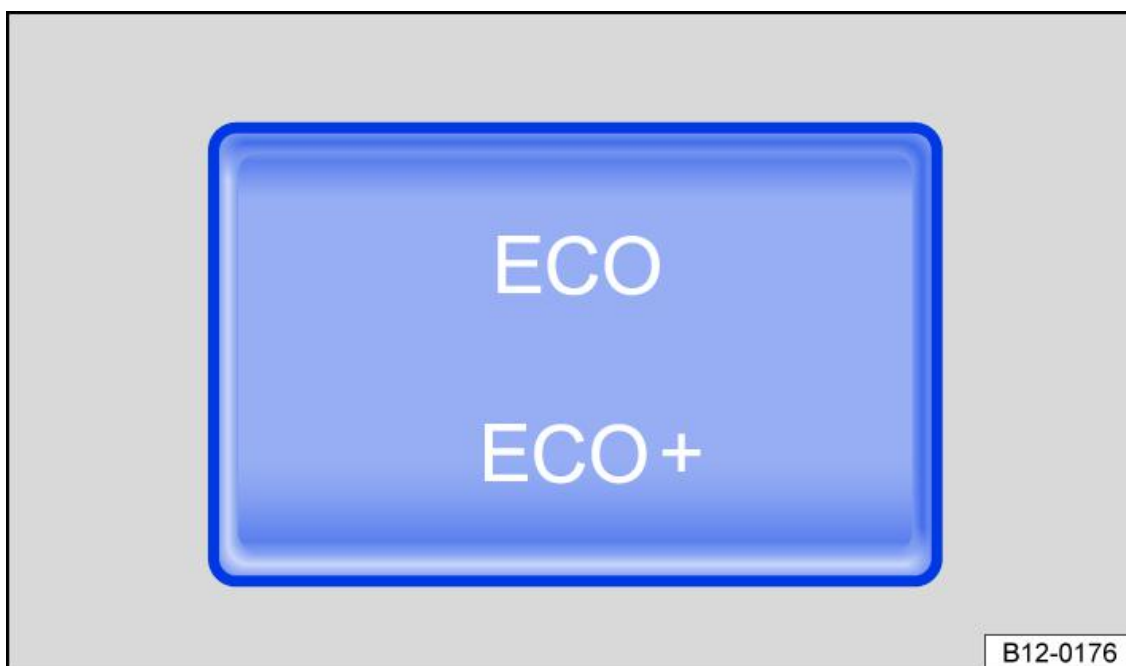

Fig. 1 Il tasto per la selezione del profilo di guida, nella console centrale
1. Premere il tasto  → *fig. 1*.
Quando è selezionato il profilo **ECO** o **ECO +**, sul tasto di selezione è accesa la scritta corrispondente → *fig. 1*.